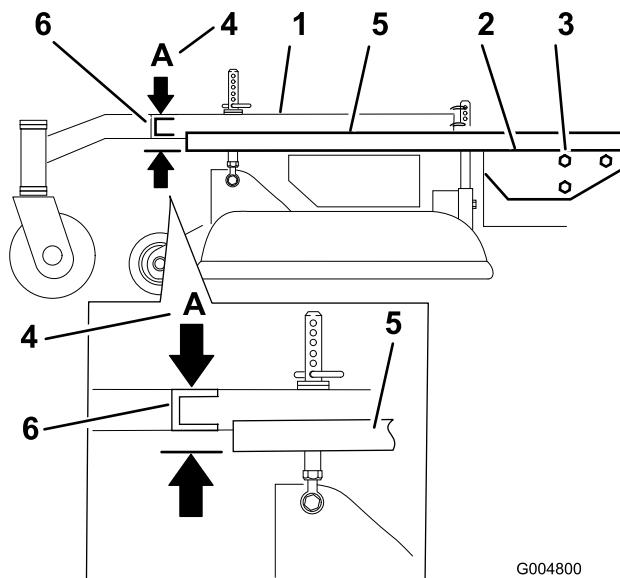

Figura 61
3. Coloque una regla larga en la parte superior de la carcasa del motor según se ilustra en la Figura 61.
4. En la ranura transversal del bastidor de tiro, mida la altura en la posición **A** (Figura 61). Debe ser de 33 mm (1-5/16 pulg.), con una tolerancia de más o menos 6 mm (1/4 pulg.).
6. Afloje los pernos de montaje del bastidor de tiro en los dos lados de la máquina (Figura 61).
7. Alinee el bastidor de tiro y la carcasa del motor para que tengan una altura de 33 mm (1-5/16 pulg.), con una tolerancia de más o menos 6 mm (1/4 pulg.) en la posición **A** (Figura 61).